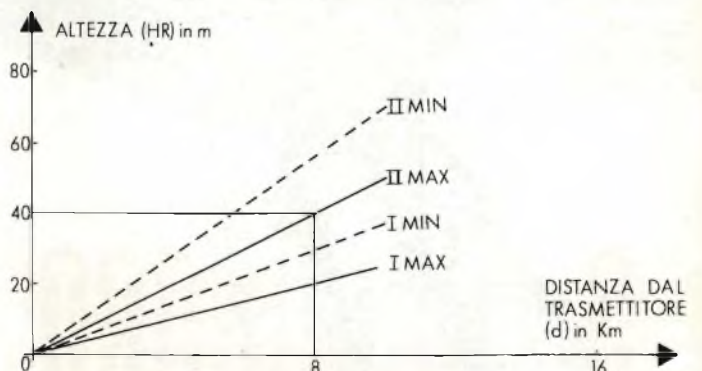

Fig. 3.2-Minimi e massimi di un campo per un segnale di 100 MHz.
distanza dall'antenna trasmittente (d) ed una sua altezza (HT), si troveranno: un massimo e un minimo e successivamente un secondo massimo e un secondo minimo, come mostrato nella Fig. 3.2.